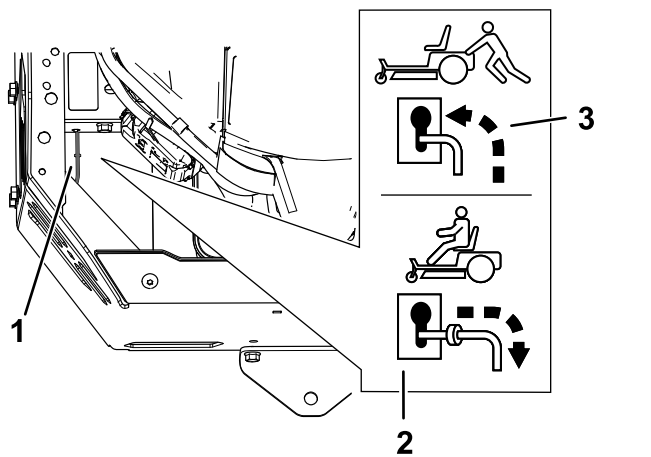

Figura 30
4. Mueva las palancas de desvío hacia delante a través del orificio ranurado y hacia abajo para bloquearlas en esa posición (Figura 30).
Mueva las palancas de desvío hacia atrás a través del orificio y hacia abajo para bloquearlas en esa posición, según se muestra en Figura 30.